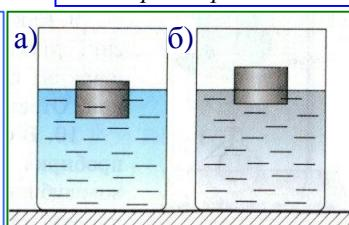

Рис. 85.3. Одно и то же тело в различных жидкостях.
2. На рис. 85.3 изображено одно и то же тело, плавающее в двух